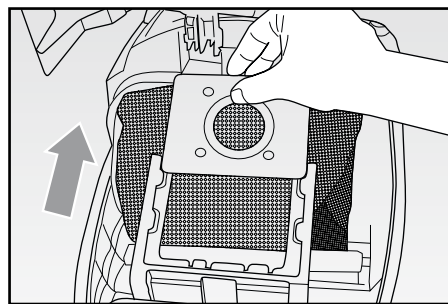

Fig. 9
- Estrarre il sacchetto, prestando attenzione a non strapparne la parte di cartone rigida o in plastica nel caso di sacchetto in tessuto, nelle apposite guide (FIG. 9). Gettarlo nel bidone della spazzatura nel caso di sacchetto in carta, oppure svuotarlo ed eventualmente lavarlo con acqua e detergente neutro nel caso di sacchetto in tessuto.
- Rimuovere il sacchetto (FIG. 9).